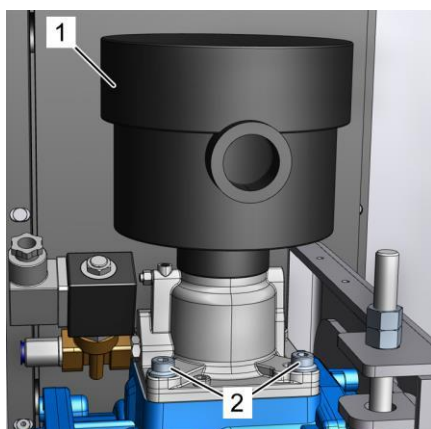

Рис. 31: Резьбовая пробка регулятора впуска
1. Отверните 4 винта на регуляторе впуска (Рис. 31/1).
2. Снимите регулятор впуска и залейте охлаждающую жидкость непосредственно в ступень компрессора (Рис. 31/1).
3. Закрутите 4 винта на регуляторе впуска (Рис. 31/1)